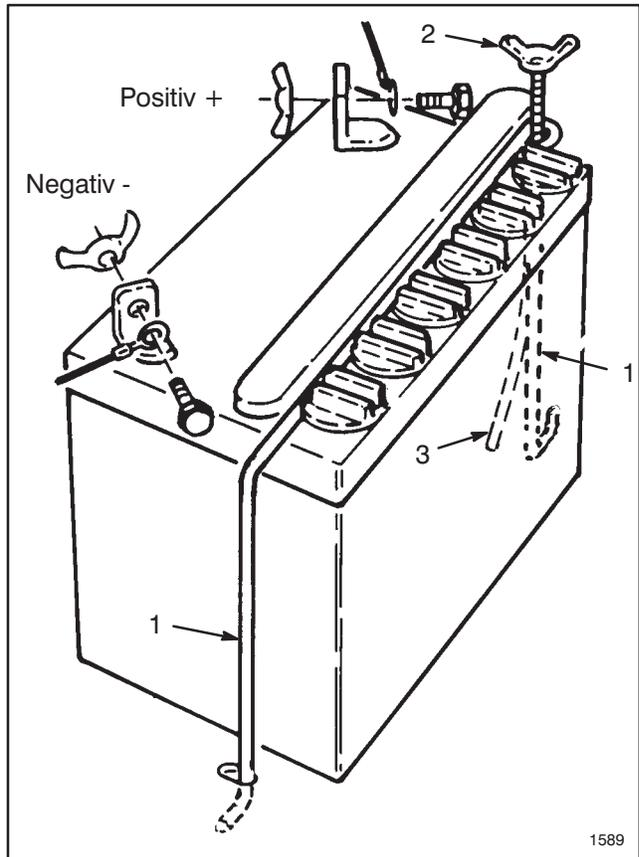

Abbildung 3
2. Die Flügelmutter entfernen, mit denen die Batteriehalterungen am Mähergestell befestigt sind (Abb. 3).
8. Die Batterie mit den Klemmen in Richtung Gerätehinterrseite und dem Entlüftungsrohr durch die Bohrung im Rahmen anbringen (Abb. 3).
10. Das positive Kabel an der positiven (+) Klemme und das negative Kabel (schwarz) an der negativen (-) Klemme der Batterie anbringen und mit Kopfschrauben und Flügelmuttern sichern (Abb. 3).